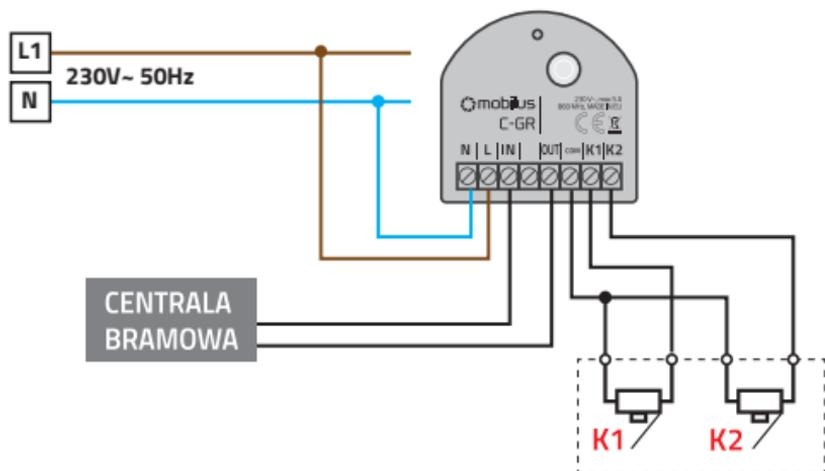

fig. 5
2. Connectez le module **MOBILUS C-GR** selon le schéma de l - fig. 5.